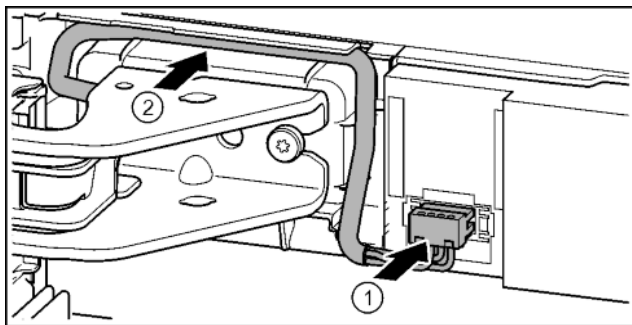

Fig. 41
- ▶ Зафиксировать штекер над верхним опорным кронштейном и осторожно уложить жилы кабеля в канал. Fig. 41 (1)
- ▶ Осторожно проложить серый кабель в направляющей над верхним опорным кронштейном. Fig. 41 (2)